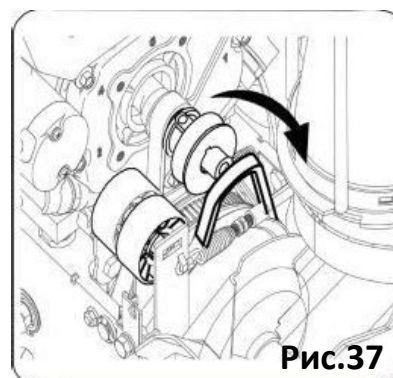

Рис.37
- Снимите ремень привода шнека со шкива двигателя см.рис.37.